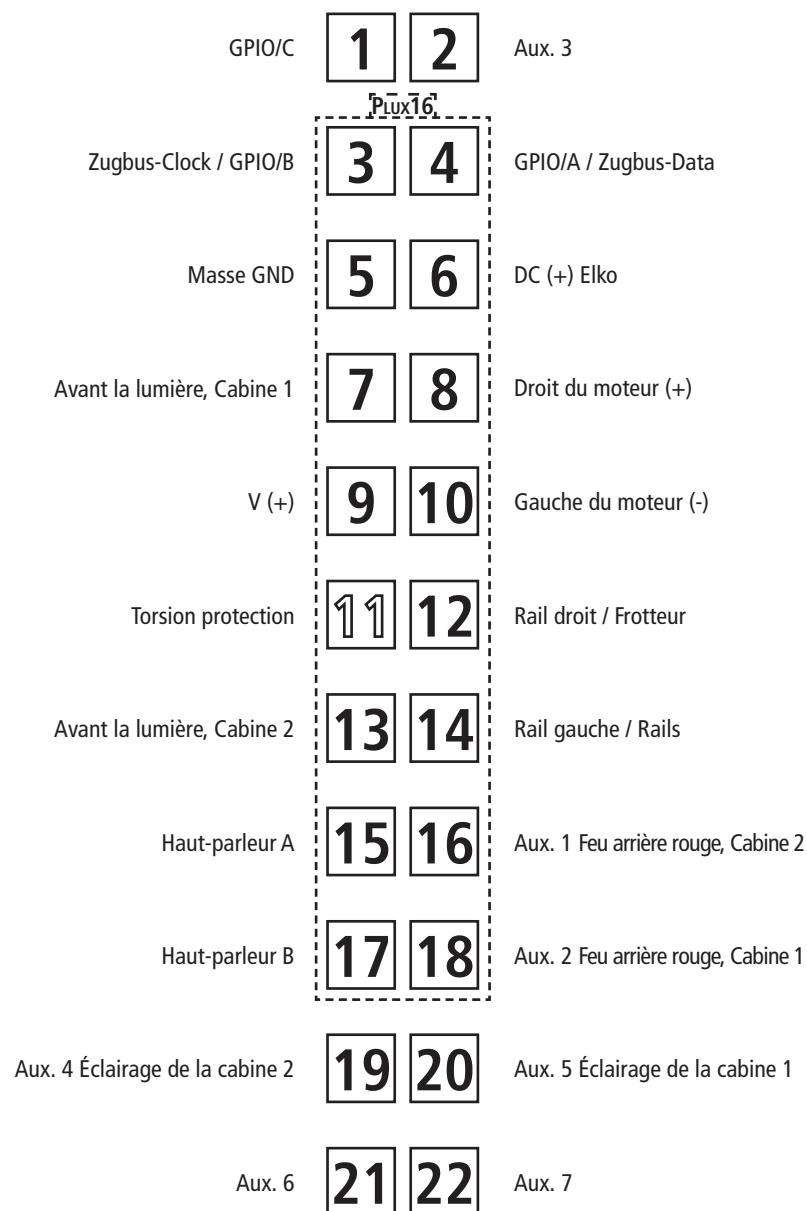

Fig. 5
2. Schmierung: Versehen Sie die im Schmierplan in Fig. 5 gekennzeichneten Stellen mit nur **kleinen Öltropfen**. Dazu zuerst das Lokgehäuse abnehmen (Fig. 3). Wir empfehlen den **ROCO Öler Art.-Nr. 10906**. Fürs Schmieren der Getriebeteile (Zahnräder, Schnecke) empfehlen wir das **ROCO-Spezialfett Art.-Nr. 10905**. Im Falle der Schmierung diese Teile **nicht ölen**.
2. Lubrication: Apply **tiny oil drops** to spots marked in fig. 5. Prior to lubrication dismantle locomotive (fig. 3). We recommend using item no. **10906, Roco oiler**. For lubrication the gearparts (e.g. cogwheels, worm) we would recommend our Roco **special grease** (item no. **10905**).
2. Graissage: N'appliquez **qu'une toute petite goutte** aux endroits indiqués par le plan de graissage (fig. 5) après avoir démonté la caisse de la locomotive (fig. 3). Nous vous recommandons **le graisseur à huile Roco réf. 10906**. Pour graisser les engrenages (roues dentées, vis sans fin) nous vous conseillons la **graisse spéciale Roco réf. 10905** pour engrenages en matières synthétiques. Lorsque vous utilisez cette graisse il faut éviter d'huiler ces composants.